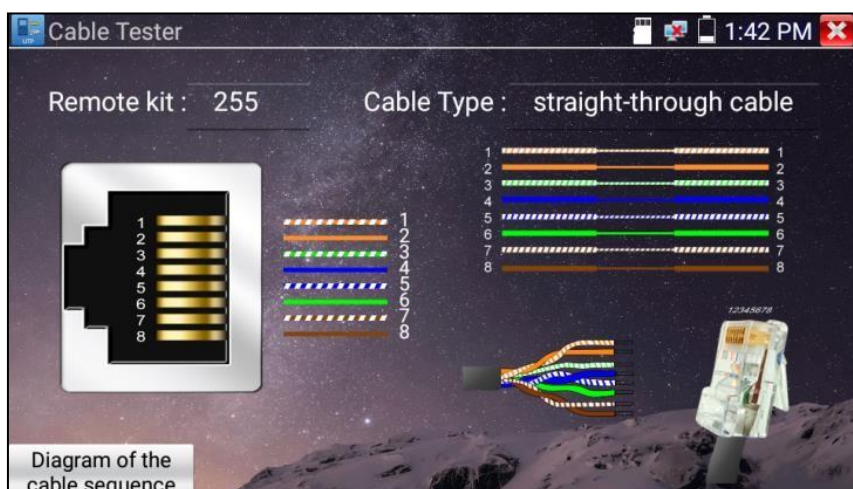

Рис.100 Интерфейс приложения «Кабельный тестер»
3. На экране отобразится последовательность жил в кабеле витой пары, рис. 100